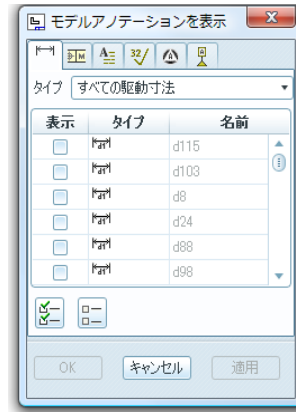
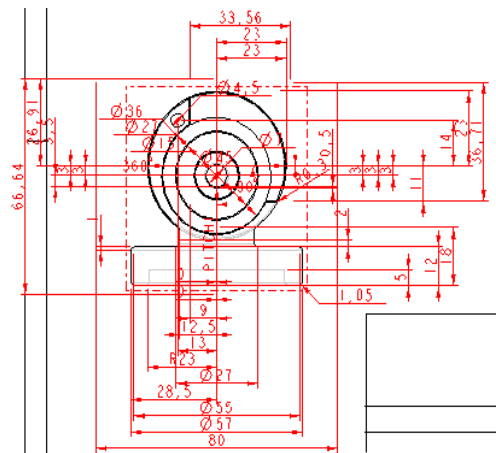
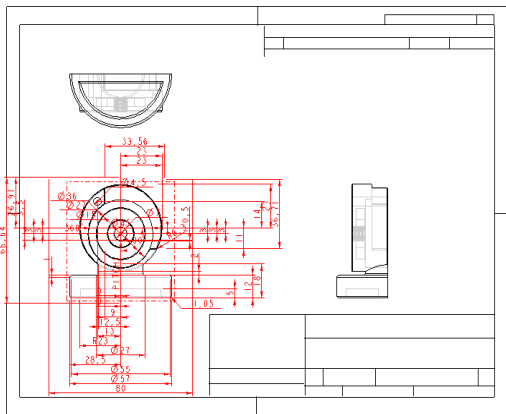

図 10-17 アノテーション リスト
図 10-18 初期正面図詳細寸法
図 10-16 正面図寸法表示
3) 正面図のすべての寸法を表示させるには、ナビゲーション ボックスの図面ツリーの配列にある **VIEW_TEMPLATE_1** をクリックする。正面図の全寸法が図 10-16 に、アノテーション表示ボックス内に図 10-17 に示すすべての寸法タイプのリストの数が表示される。図 10-18 に正面図の初期詳細表記寸法図を拡大表示する。